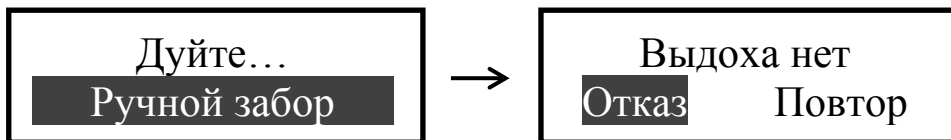

Рисунок 21 – Смена окон при отсутствии выдоха
2.6.20 Если выдох не был сделан своевременно, то сообщение о готовности к отбору пробы «**Дуйте**» (рисунок 21, слева) через 20 секунд сменится сообщением «**Выдоха нет**» (рисунок 21, справа).